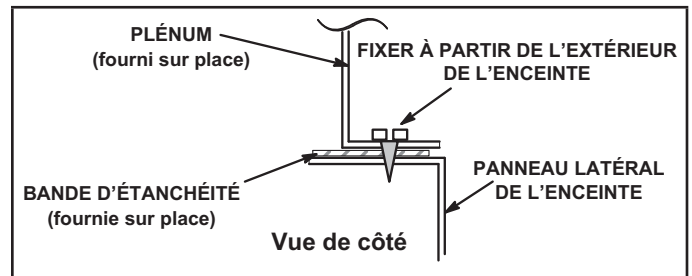
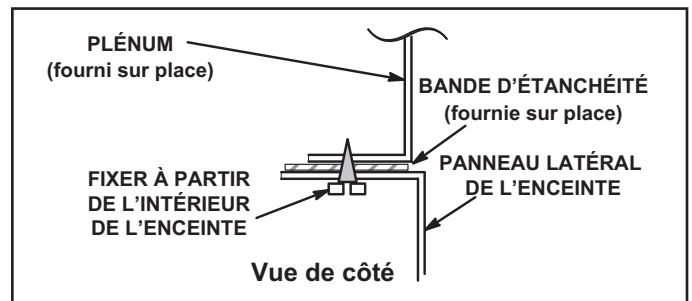

FIGURE 17
FIGURE 18
- 1 - Le bord inférieur du plénum doit être rabattu pour former un rebord (voir FIGURE 17 ou FIGURE 18).